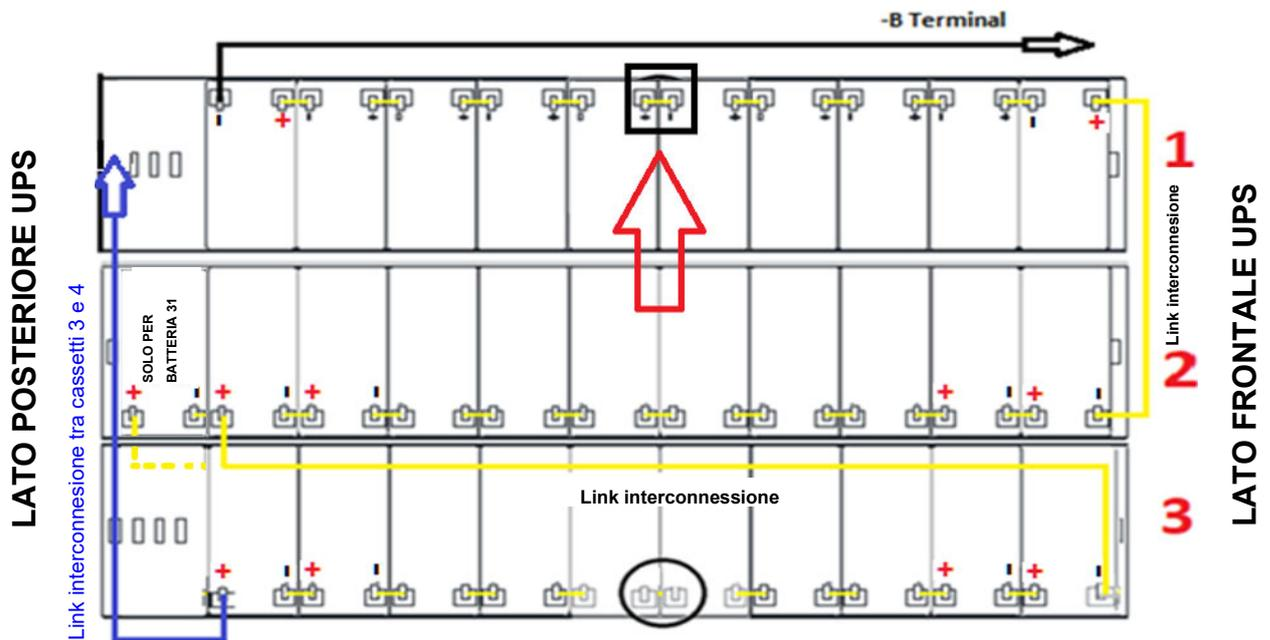

Figura 27 - Vista dall'alto piano N°1 con connessioni batterie
- 19) Dal lato destro dell'UPS estrarre parzialmente il cassetto n°1 e inserire il ponticello mancante come indicato in figura 27.